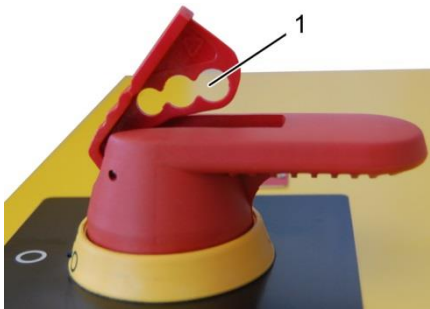

Abb. 67: Sicherungsbügel sichern
3. Den Sicherungsbügel mit einem Schloss sichern (Abb. 67).